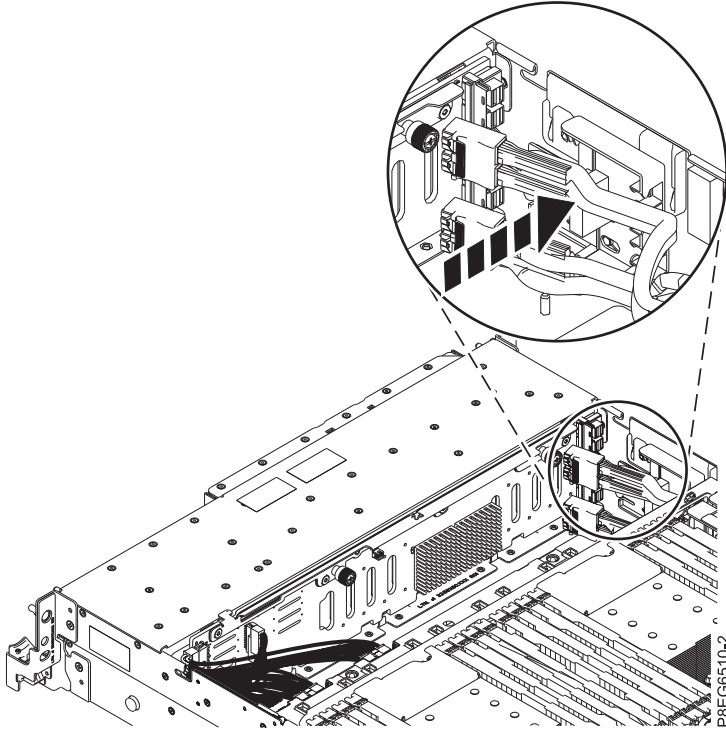

Figure 7. Réinstallation du câble SAS avant dans le bloc de guides
8. Réinstallez le câble SAS avant dans le bloc de guides situé sur le côté du châssis, comme illustré dans la figure 7, à la page 10.